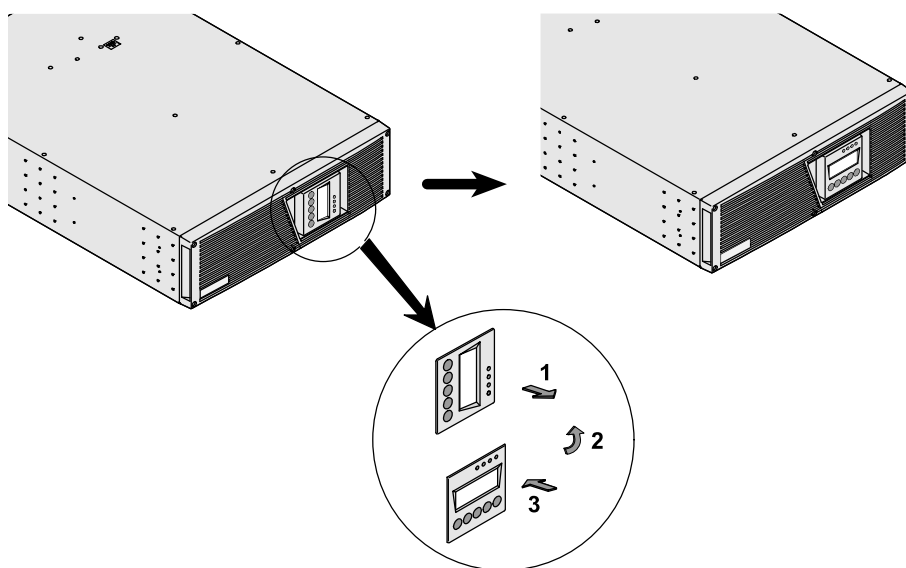

Рисунок 4. Регулировка положения панели управления ИБП
1. Отрегулируйте положение панели управления ИБП. Для этого необходимо слегка выдвинуть панель управления и повернуть ее на угол 90° против часовой стрелки (см. Рисунок 4).